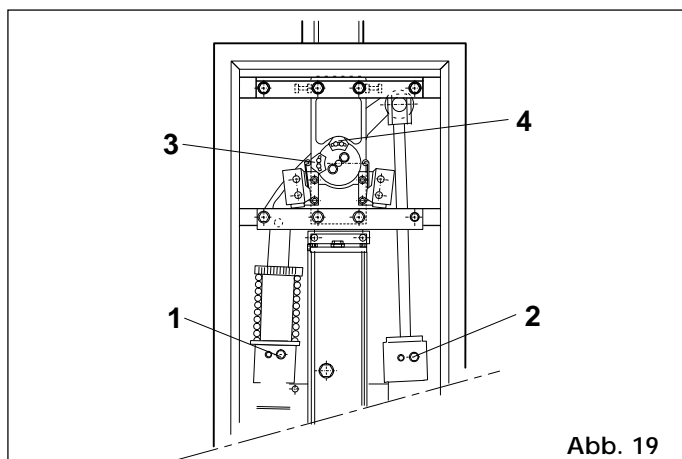

Abb. 19
- Die Bremsstärke des Schrankenantriebs 620 SR ist werkseitig eingestellt. Kleinere Justierungen können an den Regelschrauben Pos. 1, Pos. 2 in Abb. 19 vorgenommen werden. Bei Drehung im Uhrzeigersinn nimmt die Bremsstärke zu, im Gegensinn ab. ACHTUNG: Der Regelbereich beträgt eine 1/2 Schraubendrehung.
- Es liegt optimale Einstellung der Endschalternocken Pos. 3, 4 in Abb. 19 vor, wenn der betreffende Mikroschalter genau bei Erreichen des Endanschlags ausgelöst wird.